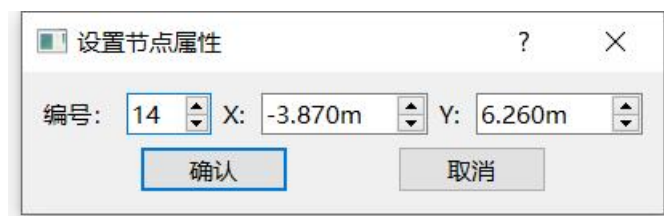

图 15
- 2) 配置节点：点击编辑菜单栏->选择，出现十字光标，移动到节点上，双击节点，此时弹出配置节点的参数，如图 15 所示，可以更改默认节点编号，以及节点 X、Y 坐标值。